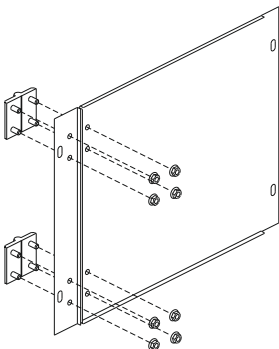

Рисунок 25
18.1 Закрепите две петли на панели поворотной и кронштейне панели оперативной поворотной гайками М6 (рисунок 25).